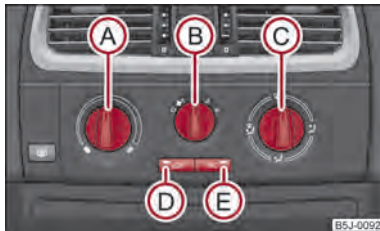

Fig. 79 Instalația de climatizare: Elementele de comandă
Instalația de climatizare funcționează numai când tasta **AC** ⇒ fig. 79 **E** este apăsată și se îndeplinesc următoarele condiții:
- Rotiți regulatorul rotativ **A** ⇒ fig. 79 spre dreapta pentru a mări temperatura.
- Apăsați tasta **AC** **E** ⇒ fig. 79. Lampa de control din tastă se va aprinde.
- Elementele de comandă **A**, **B**, **C** și tasta **D** și **E** ⇒ fig. 79.
- Apăsați tasta **S** **D** ⇒ fig. 79, lampa de control din tastă se aprinde.
Când regulatorul **C** se află în poziția  ⇒ fig. 79, recircularea aerului este oprită automat. Prin apăsarea repetată a tastei **S** puteți porni recircularea aerului și în această poziție.